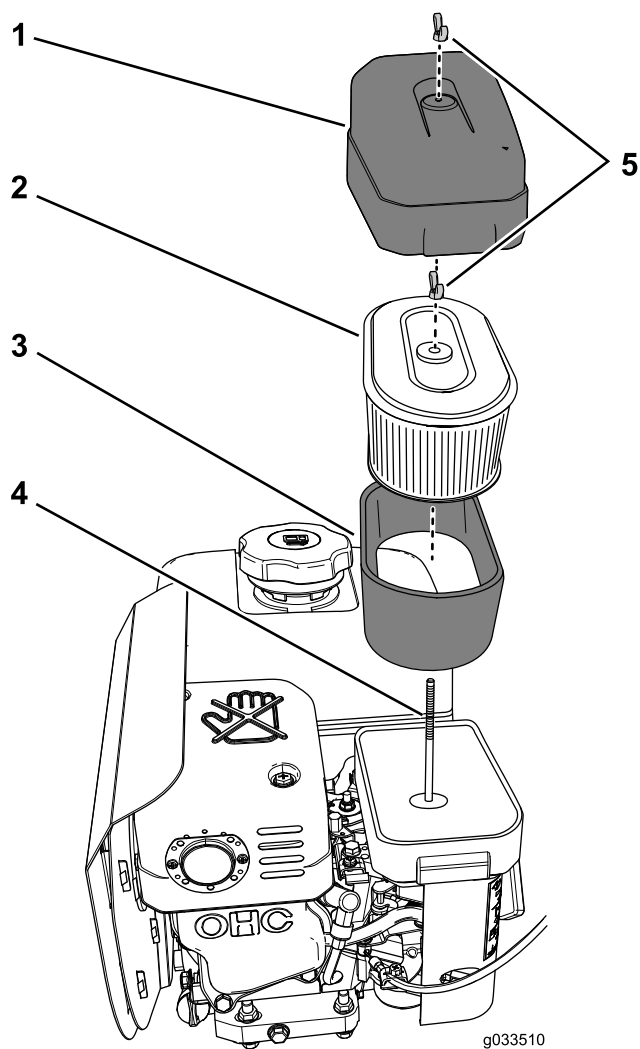

Figura 12
2. Pulite intorno al filtro dell'aria per evitare che la morchia possa penetrare nel motore provocando gravi danni (Figura 12).
3. Ruotate il dado ad alette che fissa il coperchio del filtro dell'aria in senso antiorario e togliete il coperchio del filtro dell'aria (Figura 12).
4. Ruotate il dado ad alette che fissa gli elementi del filtro di carta e in schiuma sintetica in senso antiorario e togliete gli elementi del filtro dall'asta di ancoraggio (Figura 12).
5. Togliete con cautela l'elemento in schiuma sintetica dall'elemento di carta (Figura 12).
1. Ispezionate l'elemento per escludere strappi, pellicola d'olio o danni (Figura 12).
1. Fate scorrere con attenzione l'elemento del filtro in schiuma sintetica sull'elemento del filtro di carta (Figura 12).
2. Allineate il foro nella piastra superiore dell'elemento del filtro di carta con l'asta di ancoraggio del carburatore (Figura 12).
3. Fissate gli elementi del filtro al carburatore con il dado ad alette (Figura 12) rimosso al passaggio 4 di Rimozione degli elementi di carta e in schiuma sintetica \(pagina 10\).
4. Allineate il foro nel coperchio del filtro dell'aria con l'asta di ancoraggio (Figura 12) e fissate il coperchio all'asta con il dado ad alette che avete rimosso al passaggio 3 di Rimozione degli